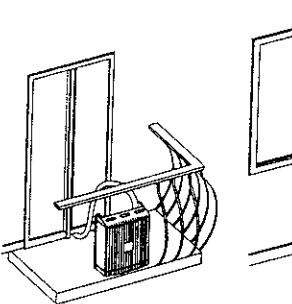

Bild 8
- Schieben Sie die Einheit an den vorgesehenen Ort (minimum 100 mm von der Wand) und ziehen Sie die Flügelmuttern (5) fest an. Vergewissern Sie, daß die Einheit gut gestützt und stabil aufgehängt ist.
- Man macht einen Schlitz an der Tür oder am Fensterrahmen für den Verbindungsschlauch (Siehe Bild 8, 9, 10, 11).